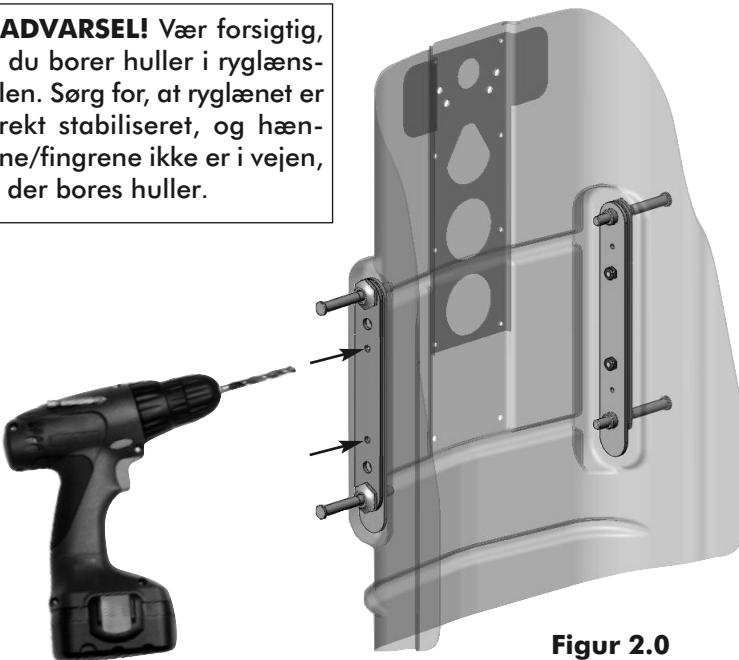

Figur 1.0
3. Når du arbejder på den ene side af ryglænet, skal du placere/justere forstærkningspladen (medfølger) uden på rygskallen som angivet i **figur 1.0** og manuelt installere de nye forlængede monteringsstifter og flangemøtrikkerne for at holde forstærkningspladen på plads.